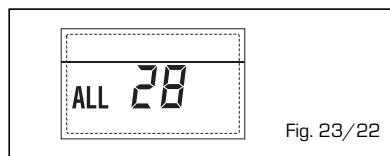

Fig. 23/22
- ANOMALIA NUMERO SCHEDINI COLLEGATI "ALL 29" (fig. 23/23)